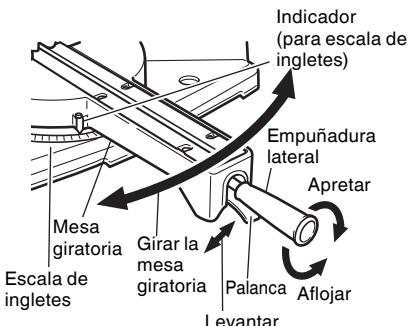
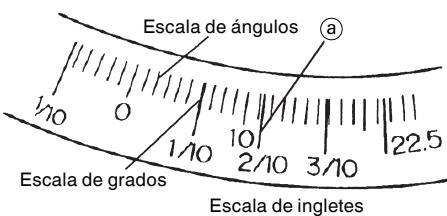

Fig. 30
Fig. 31
- (1) Afloje la empuñadura lateral y tire hacia arriba de la palanca para los topes de ángulo. Luego, ajuste la mesa giratoria hasta que el indicador se alinee con el ajuste deseado de la escala de ángulos de inglete (Fig. 30).
- (2) Vuelva a apretar la empuñadura lateral para asegurar la mesa giratoria en la posición deseada.
- (3) La escala de ingletes (Fig. 31) indica tanto el ángulo de corte de la escala de ángulos como el gradiente en la escala de ángulos.
- (4) El gradiente, que es la proporción de la altura hasta la base de la sección triangular a extraerse, puede utilizarse para el ajuste de la escala de ingletes en vez del ángulo de corte, si así se desea (consulte la Fig. 31).
- (5) Por lo tanto, para cortar una pieza de trabajo con un grado de 2/10, ajuste el indicador a la posición **a** como se indica en la Fig. 31.